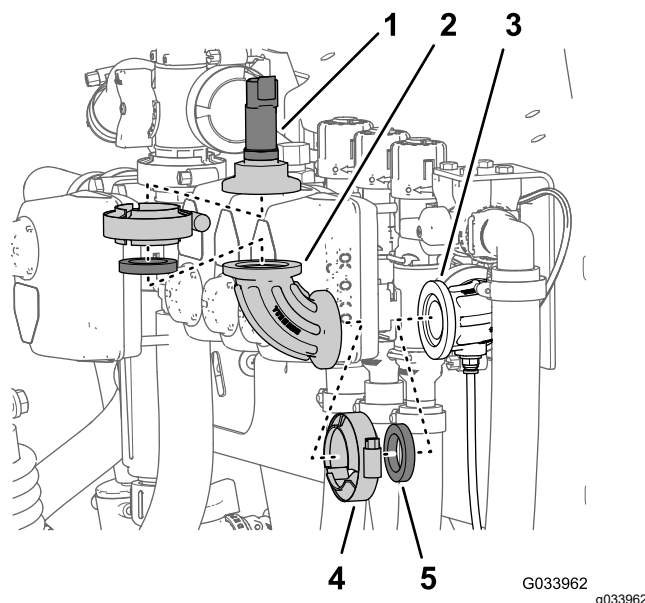

Figura 26
2. Retire la brida de fijación que sujeta el transductor de presión al acoplamiento de 90° y retire el transductor, la junta y la brida de fijación (Figura 26).
3. Retire la brida de fijación que sujeta el acoplamiento de 90° al acoplamiento de 90° con conector para el tubo del sensor, y retire el acoplamiento de 90°, la junta y la brida de fijación (Figura 26).